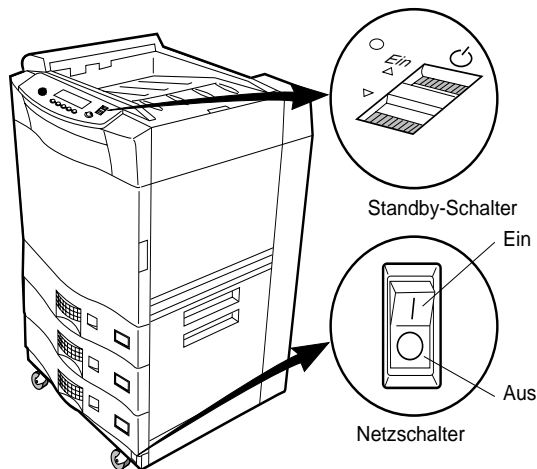

Abbildung 1-10 Standby-Schalter und Hauptnetzschalter
1. Die Position des Hauptnetzschalters und des Standby-Schalters sind in Abbildung 1-10 dargestellt.